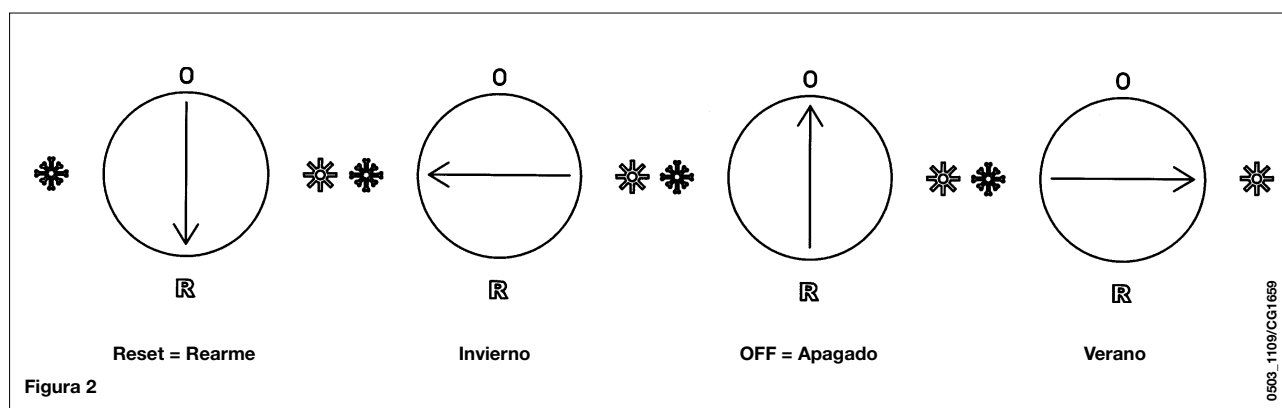

Figura 2
- 3) gire el selector a la posición Verano (☀) o Invierno (❄) (figura 2);
- 4) gire los reguladores de temperatura del circuito de calefacción (2) y del agua caliente sanitaria (1) para encender el quemador principal.
3 Selector (figura 2)
Durante esta operación, el selector Verano/Invierno de la figura 2 tiene que estar en la posición Apagado (0).
Para apagar la caldera, desconéctela de la corriente eléctrica. Cuando el selector de la figura 2 está en la posición 0, la caldera está apagada (en pantalla aparece la indicación OFF), pero los circuitos eléctricos quedan en tensión y la función antihielo está activada (vea el apartado 9).
Para rearmar la caldera, ponga el selector de la figura 2 en “R” durante al menos dos segundos. Si este dispositivo actúa repetidamente, llame a un Centro de Asistencia autorizado.
Nota: Es posible realizar cinco intentos consecutivos de rearme, tras lo cual la caldera se bloquea. Para intentar otro rearme, ponga el selector de la figura 2 en la posición de Apagado durante algunos segundos.
Atención: cuando el selector de la figura 2 está en la posición Invierno (❄), cada vez que actúa el dispositivo de regulación de la calefacción (2-figura 1) hay que esperar unos minutos para que la caldera se vuelva a encender.
Para encender la caldera inmediatamente, ponga el selector de la figura 2 en la posición 0 y otra vez en (❄).